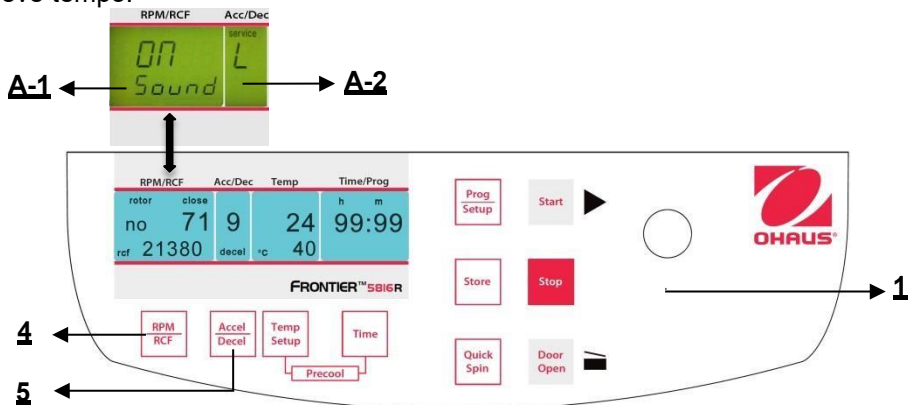

Figura 35
Procedere come descritto al punto 4.1.1 per inserire questa modalità programma e poi premere il tasto **"Accel/Decel"** (5). Sul display **"Acc/Dec"** (A-2) lampeggia la parola **"Service"**. Selezionare adesso la lettera **"L"** con la manopola di regolazione (1). Di conseguenza, compaiono le parole **"On Sound"** sul display **"RPM | RCF"** (4). Se adesso si preme il tasto **"RPM | RCF"** (4), lampeggia la parola **"On"** e si può disattivare la suoneria, con la manopola di regolazione(1) (Vedere figura 35).